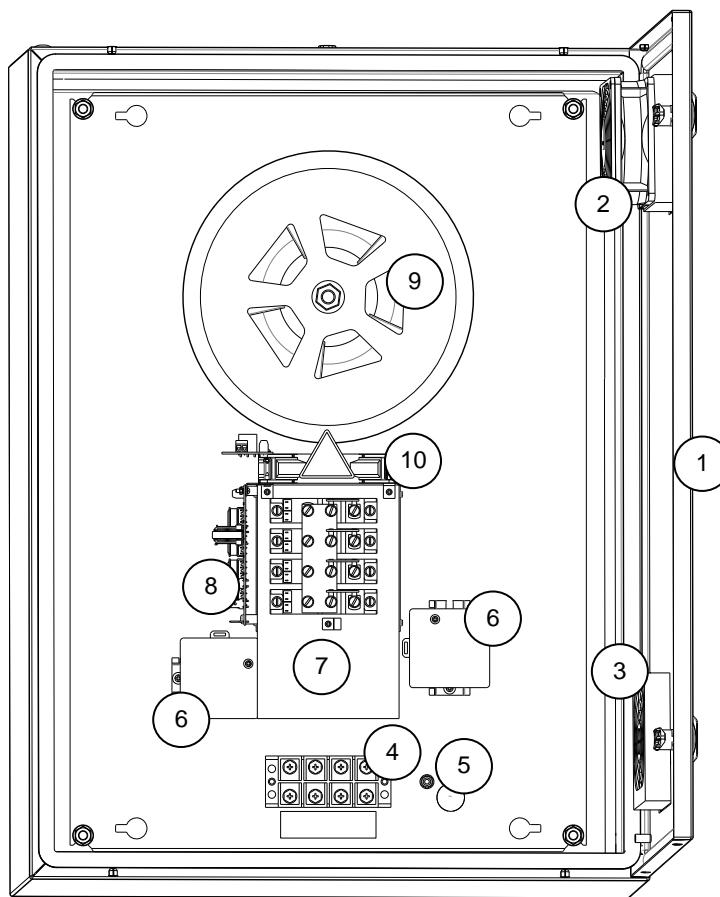

Рисунок 2. Общий вид стабилизатора и его функциональных блоков:
Внутри стабилизатора расположена клеммная колодка для сетевого подключения (подвод снизу) и подключения нагрузки (4), а также клемма заземления (3) (см. Рисунок 2).